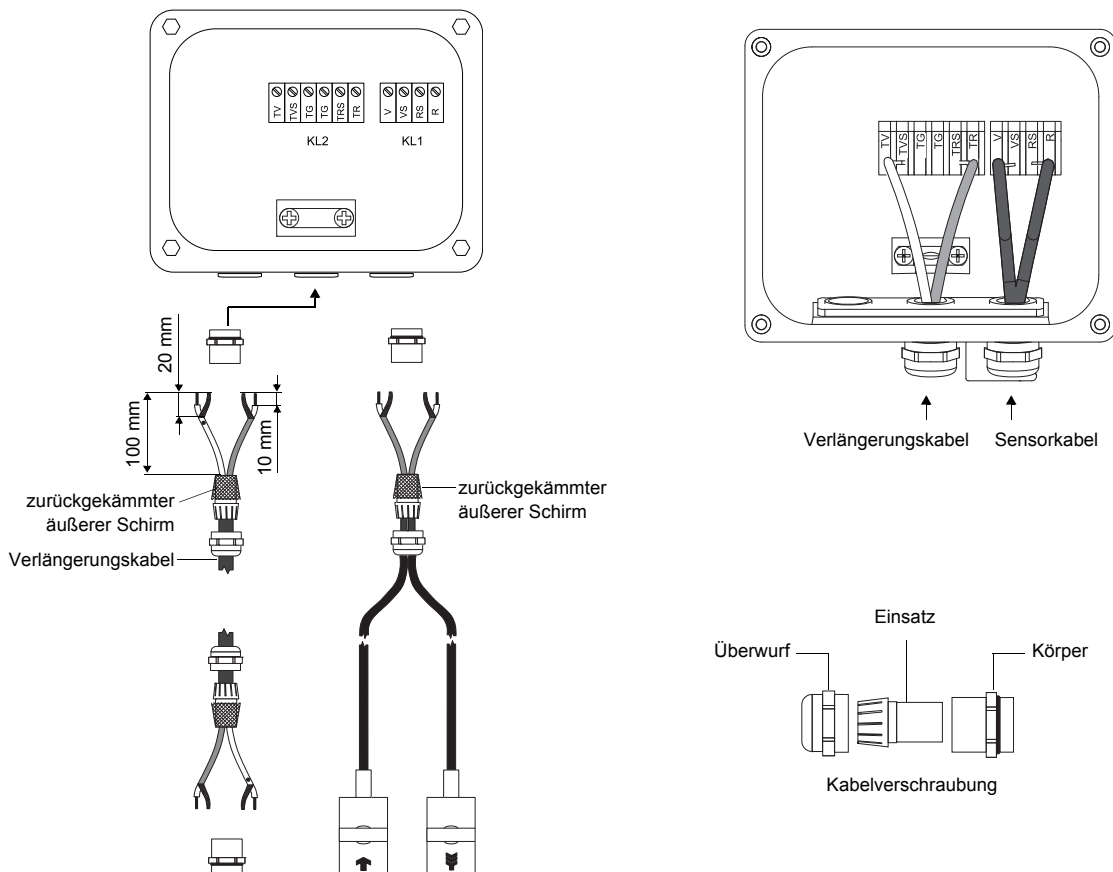

Abb. 7.6: Anschluss des Verlängerungs- und Sensorkabels an das Klemmgehäuse JB01
- Entfernen Sie den Blindstopfen für den Anschluss des Verlängerungskabels (siehe Abb. 7.6).
- Schließen Sie das Verlängerungskabel an die Klemmen des Klemmgehäuses an (siehe Abb. 7.6 und Tab. 7.2).
Für die Klemmenbelegung des Sensorkabels siehe Abb. 7.6 und Tab. 7.5.